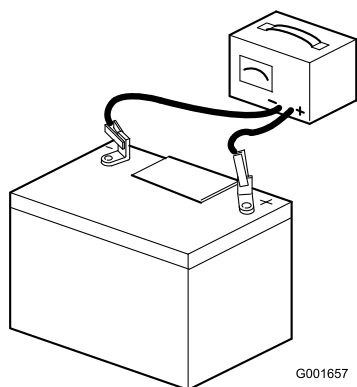

図 31
2. 充電器に接続し、充電電流を $3\sim 4 \text{ A}$ にセットする (図 31)。 $3\sim 4 \text{ A}$ で $4\sim 8$ 時間充電する。